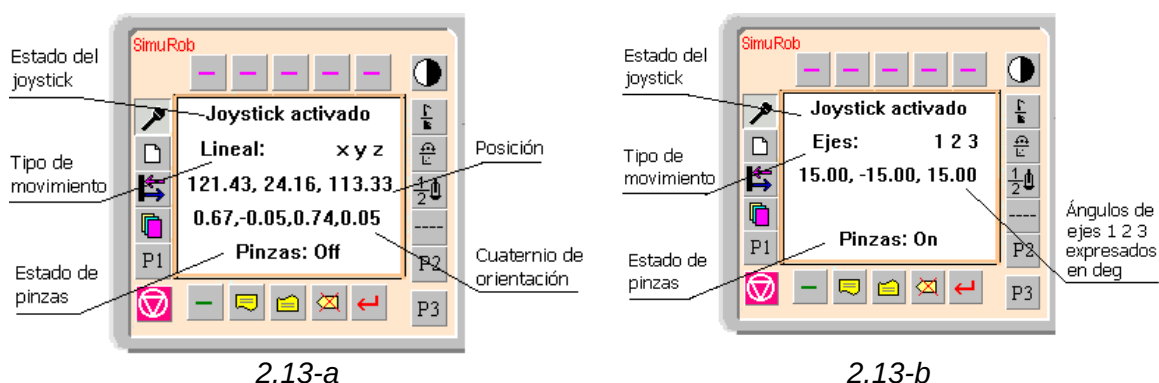

Figura 2.13. Mensajes del visualizador de la consola
c.1) Pulsación del icono “Primeros/Segundos” . Activa alternativamente el movimiento para los ejes 1, 2 y 3 o los ejes 4, 5 y 6. De todas las operaciones realizadas, la consola informará al usuario mediante su visualizador (Figura 2.13).
La presentación de datos angulares en la consola del IRB-1400 presenta una peculiaridad respecto a los ángulos de las articulaciones 2 y 3 del robot. Si se considera el esquema del robot según el algoritmo de Denavit-Hartenberg las articulaciones 2 y 3 estarán situadas en O_1 y O_2 según se indica en la Figura 2.13 mientras que según la consola del robot, el movimiento 2 significa “adelante o atrás manteniendo la inclinación” y el movimiento 3 se contempla como “inclinación”. La relación entre ambas será por tanto la de la Tabla 2.2.
4. *Pulsando el icono “Movimiento”*  sitúe al robot en la posición y orientación que desee. Desaparecerá la pantalla de programación y podrá observarse el visualizador normal de la consola que indicará posición, orientación y tipo de movimiento elegido. (Véase *Figura 2.13*). (Asegúrese de que el joystick esté activado, si no lo estuviera realícese una segunda pulsación del icono “Movimiento”).